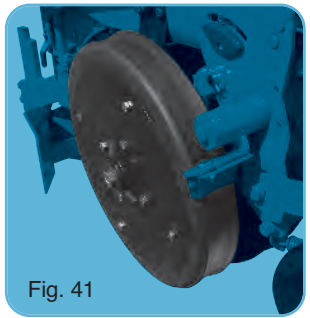

Fig. 41
- Narrow press wheels (6) (2 cm wide instead of 4 cm) for hard soils.
- Narrow gauge wheel (fig. 41).
- Roți tasatoare (6) înguste (2 cm în loc de 4) pentru soluri tari.
- Roată de ecartament îngustă (fig. 41).
- Koła ugniatające (6) wąskie (2 cm zamiast 4 cm) dla gleb zwartych.
- Koło kopijące, boczne, wąskie (fig. 41).
- Притъпящи кола (6) тесни (2 см вместо 4) за твърди терени.
- Тесни опорни кола (fig. 41).